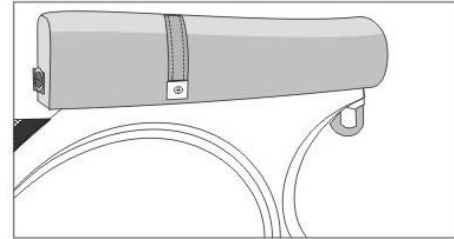

Abb. 18
6. **TASCHENHAKEN:** Unter dem Sitz befindet sich ein Haken zum Einhängen einer Tasche (Abb. 18).